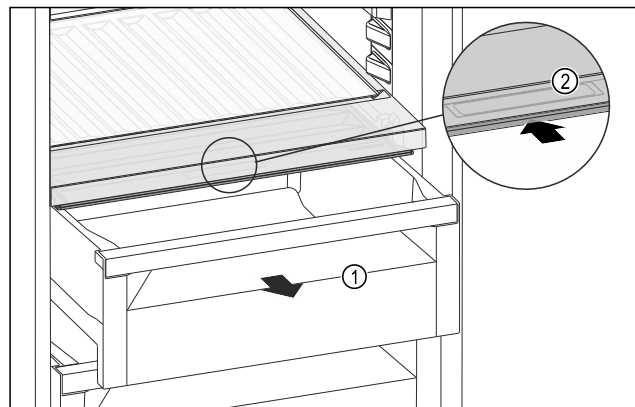

Fig. 134
- Schubfach Fig. 134 (1) herausziehen.
- Griffmulde Fig. 134 (2) am Fachdeckel anfassend und gleichzeitig nach hinten schieben.